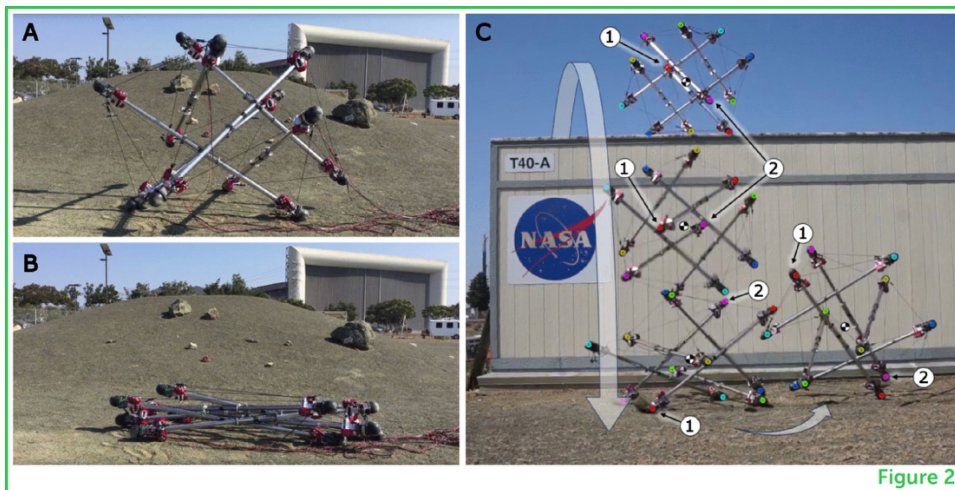

Figure 2
De nombreuses années plus tard, des ingénieurs ont commencé à construire des robots en tenségrité (Figure 2) [3]. Les robots en tenségrité ne ressemblent pas à des robots normaux. Ils sont constitués de barres rigides et de câbles tendus, tout comme les sculptures en tenségrité et ont les mêmes avantages : ils sont légers, flexibles et principalement constitués de vide. On peut même les plier pour qu'ils soient faciles à envoyer dans des endroits lointains comme d'autres planètes.
Figure 2. (A) Le robot en tenségrité SUPERball de la NASA peut rouler sur la terre. (B) Il peut se replier à plat. (C) Il peut également survivre à une chute d'un toit. On peut suivre ici où se situent deux des extrémités des barres lors du déplacement du robot (indiquées respectivement par les chiffres 1 et 2). Les ingénieurs de la NASA ont construit SUPERball pour explorer d'autres planètes. Avec la permission de « Design of SUPERball v2, a compliant tensegrity robot for absorbing big impacts » [2] [lienvideo].